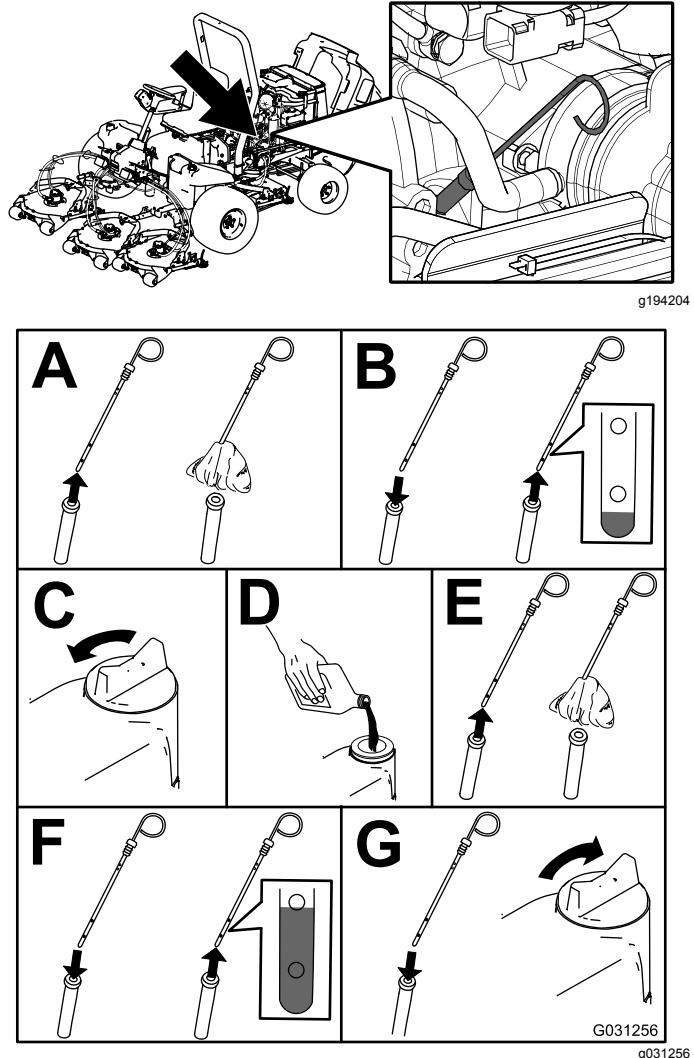

Figura 58
2. Verifique o nível de óleo do motor (Figura 58).